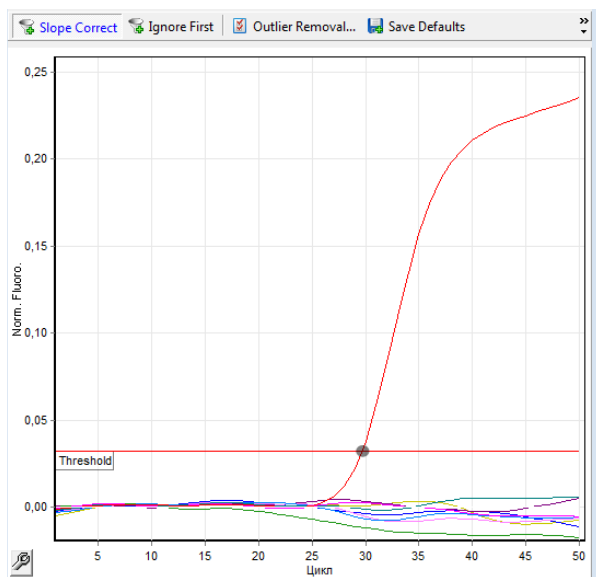

Рис. 2. Выставление пороговой линии на начале линейного участка для КО+.
8. В разделе CT calculation установите Threshold – 0,1. Далее вручную опустите пороговую линию в окне с графиками флуоресценции до уровня начала линейного участка для графика, соответствующего КО+. См. рис. 2. Продолжайте анализ результатов в соответствии с разделом Анализ результатов данной инструкции